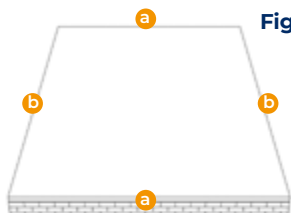

Figure 9
- La mise en œuvre de la dalle de répartition (Figure 9) est réalisée de façon traditionnelle et conformément au plan de préconisation de pose KP1